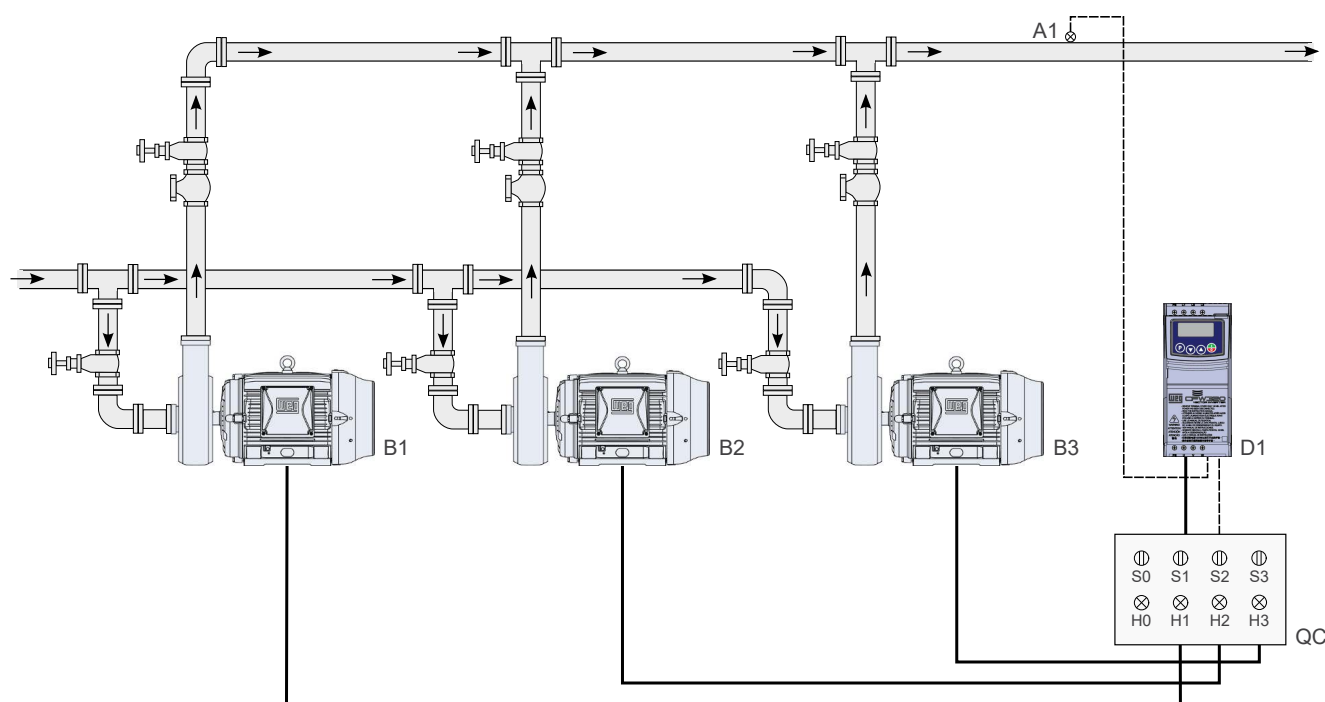
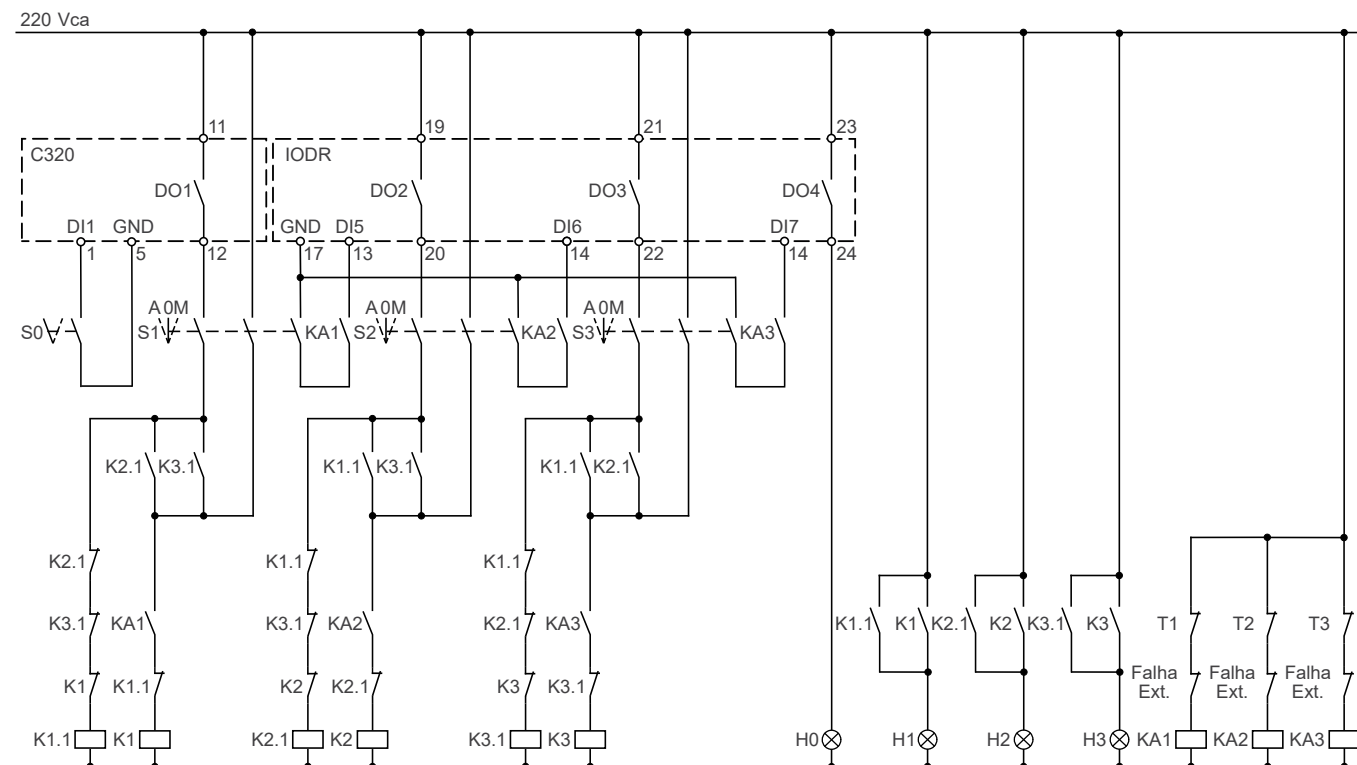

Figura 4.15: Aplicação Pump Genius Multipump com controle móvel tipo 1 e setpoint do controle via HMI
Figura 4.18: Diagrama funcional para a aplicação Pump Genius Multipump com controle móvel tipo 1 e três bombas em paralelo
Caracteriza-se pelo fato do sistema ser composto pela associação de duas a quatro bombas em paralelo e o inversor de frequência CFW320 poder ser conectado (através do contator na saída do inversor comandado por uma saída digital) e controlar a velocidade de qualquer uma das bombas, mas sempre a primeira bomba que será ligada. As outras bombas do sistema são comandadas pelas outras saídas digitais do inversor de frequência CFW320 que acionam os contadores conectados diretamente na rede de alimentação e operam na velocidade nominal. Ou seja, com o controle do bombeamento habilitado e todas as bombas desligadas, a primeira bomba a ser acionada é conectada ao inversor através do comando de uma saída digital e as outras bombas serão conectadas diretamente à rede de alimentação através do comando das outras saídas digitais acionadas posteriormente. Em outro instante, conforme programação, outra bomba pode ser acionada pelo inversor; com isso, obtém-se um uso por igual de todas as bombas do sistema. O intertravamento que evita que duas ou mais bombas sejam conectadas ao inversor é feito de maneira elétrica conforme Figura 4.18 na página 4-20.
A Figura 4.15 na página 4-17 apresenta um acionamento típico com três bombas em paralelo e setpoint do controle via HMI, sendo basicamente composto por:
As sinalizações H0, H1, H2 e H3 não são necessárias para o funcionamento do Pump Genius Multipump com controle móvel tipo 1, pois servem somente para indicar a condição de funcionamento das bombas no quadro de comando (QC). Na Figura 4.15 na página 4-17, as sinalizações H1, H2 e H3 vêm de contatos auxiliares dos contadores K1, K1.1, K2, K2.1, K3 e K3.1 que acionam as bombas 1, 2 e 3 conforme mostrado na Figura 4.18 na página 4-20.
A Figura 4.18 na página 4-20 apresenta o diagrama funcional de um sistema de bombeamento com três bombas em paralelo com controle móvel tipo 1: